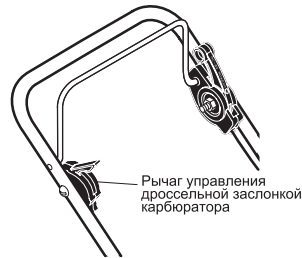

Рис. 5
2. Рычаг управления дроссельной заслонкой карбюратора переведите в положение «БЫСТРО» (Рис. 5).
1. Для уменьшения частоты вращения вала двигателя переместить рычаг управления дроссельной заслонкой назад в положение «МЕДЛЕННО» (Рис. 5).
2. Для увеличения частоты вращения вала двигателя переместить рычаг управления дроссельной заслонкой вперед (Рис. 5).
3. В процессе нормальной эксплуатации газонокосилки рычаг управления дроссельной заслонкой (Рис. 5) должен быть установлен в положение «БЫСТРО», что обеспечит вращение вала двигателя с максимальной частотой.
Для остановки двигателя рычаг управления дроссельной заслонкой карбюратора (Рис. 5) переведите назад до упора в положение «СТОП»